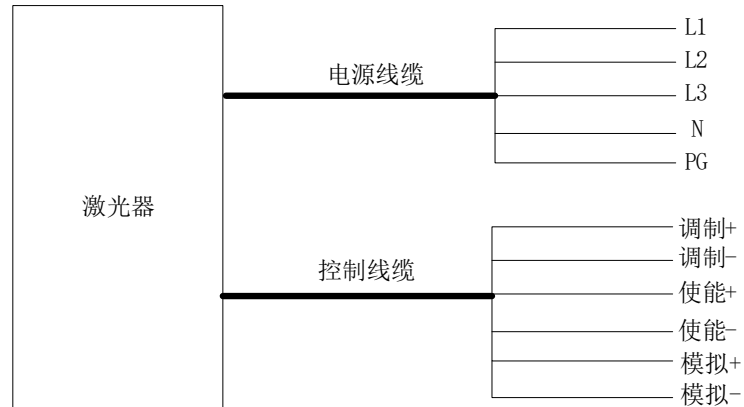

图 13 AD 模式接线示意图
激光器工作于 AD 模式时，激光器需要按照图 13 所示连接控制线。
- 2) 按照图 13 连接线缆，并上电